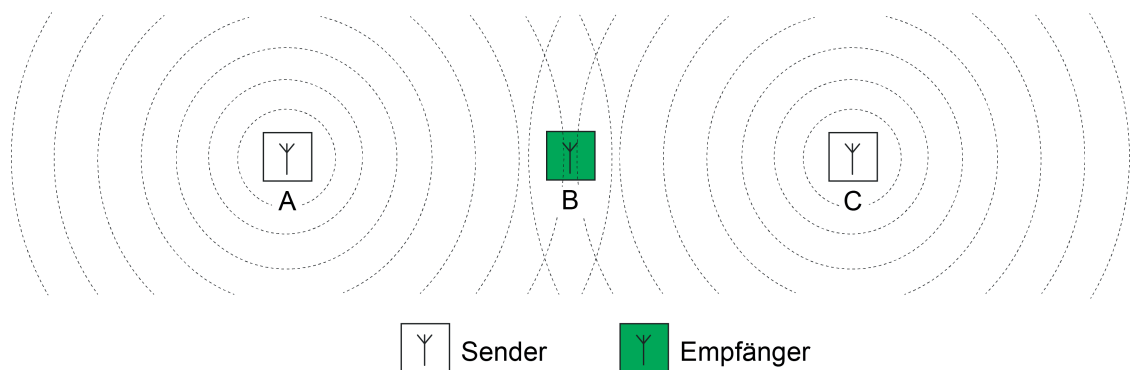

Bild 23: Funkkollisionen am Empfänger durch räumlich weit entfernte Sender
Durch die beschriebenen Sendeverfahren zur Steuerung des Medienzugriffs werden Funkkollisionen in einer KNX RF Umgebung meist verhindert, nicht jedoch vollständig vermieden. So kann es beispielsweise sein, dass bei einer Übertragung zwischen einem RF-Sender (A) und einem RF-Empfänger (B) ein zusätzlicher RF-Sender (C) vorhanden ist, der innerhalb der Reichweite des RF-Empfängers liegt, nicht jedoch den anderen RF-Sender erreichen kann aufgrund der räumlichen Entfernung (Bild 23). In solch einem Fall ist es für die beiden RF-Sender unmöglich zu erkennen, wann einer von beiden Funksignale aussendet (Hidden-Station-Problem). Folglich können beim Empfänger, der in Reichweite beider RF-Sender liegt, Funkkollisionen auftreten.